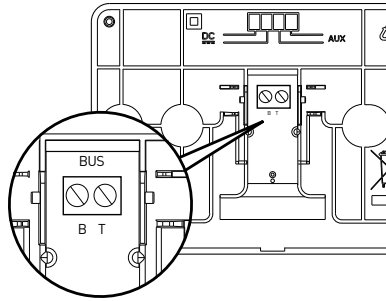

рисунок 1
- откройте отверстия, необходимые для крепления (рис. 1),